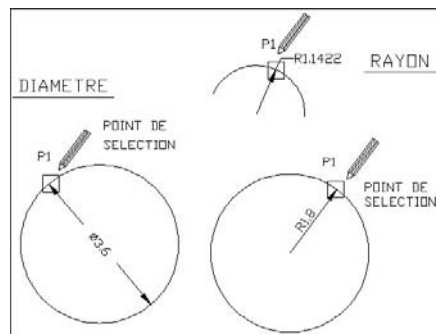

Fig.9.15
- 1 Exécuter la commande cotation radiale à l'aide d'une des méthodes suivantes (fig.9.15) :